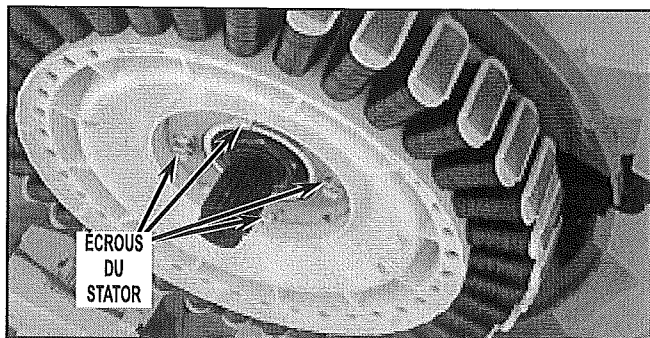

FIGURE 5
9. Dévisser les quatre (4) écrous du stator (5/16" ou 3/8"). Dégrafer le faisceau de câblage et retirer le stator. Poser le stator par terre sur un chiffon propre. Voir Figure 5.